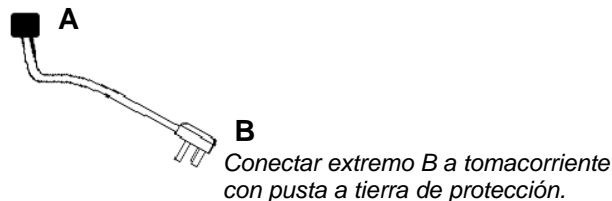

Ilustración 3-1 – Conexión a la corriente eléctrica.
3. A continuación conecte el extremo B del interlock a un tomacorriente adecuado con la correspondiente conexión a tierra de protección. Ver esquema de conexión en ilustración 3-1 y especificaciones eléctricas en Apéndice A..